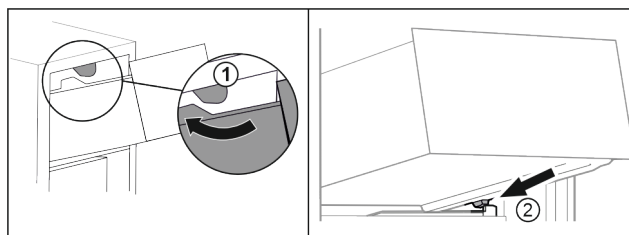

Fig. 83
- ▶ Umetnite ladicu oko gornjih zaustavljača. Fig. 83 (1)
- ▶ Stavite ladicu ukoso iza donjih zaustavljača na žlijeb spremnika. Fig. 83 (2)